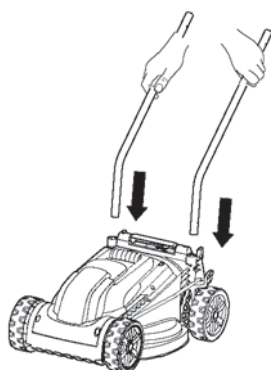
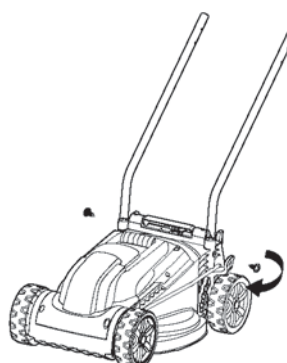

Fig.2
Fig.3
- > Insérez les barres de la base du guidon (5) dans les fentes situées sur le boîtier de la tondeuse (Fig.2). Verrouillez la fixation à l'aide des vis (Fig.3).